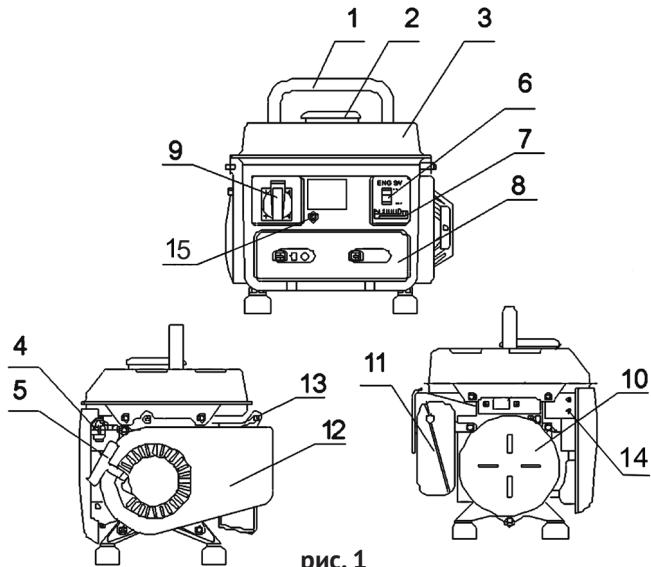

рис. 1
Коленчатый вал, приводимый во вращение возвратно-поступательными движениями поршня двигателя, передаёт крутящий момент на вал якоря генератора. Передача осуществляется через коническое сопряжение ротора генератора и вала двигателя. При этом образуется самоцентрирующаяся трёхпорная схема соединения. С обмоток статора генератора напряжение подводится: через систему стабилизации на розетку переменного тока (рис.1 поз.9).
2.4 Общий вид бензогенератора представлен на рис.1
3.1 Переносной автономный бензогенератор относится к классу генераторных установок переменного тока, с приводом от двигателя внутреннего сгорания общего назначения. Механическая энергия, выработанная бензиновым двигателем (рис.1 поз.12) внутреннего сгорания, преобразуется генератором (рис.1 поз.10) в электрическую энергию со стандартными характеристиками сети переменного тока: напряжение – 230 В, частота – 50 Гц. От неё питаются бытовые приборы при отсутствии стационарной электросети.
Электрическая сеть подключения потребителей относится к системе с изолированной нейтралью, предусматривающей защитное заземление открытых токопроводящих частей корпуса. В зависимости от местных условий (состав грунта, его влажность и т.п.) изменяется качество заземления. Во всех случаях защитное заземление должно иметь сопротивление не более 4-х Ом. Во время работы бензогенератора его клемма заземления (рис.1 поз.14) должна быть подсоединенена к заземлителю. Практически это требование может быть реализовано следующими способами:
- перевести выключатель зажигания (рис.1 поз.6) в положение «ВКЛ.»;
- открыть топливный кран (рис.1 поз.4);
- перевести рычаг управления воздушной заслонкой (рис.1 поз.7) в крайнее левое положение «закрыто» при пуске холодного двигателя (для прогретого двигателя рычаг устанавливается в промежуточном положении);
- медленно потянуть рукоятку стартёра (рис.1 поз.5) до появления сопротивления, затем резким движением вытянуть трос на всю длину. Повторите действие ещё раз, если двигатель не завёлся.
пы), перевести рычаг воздушной заслонки (рис.1 поз.7) в крайнее правое положение «открыто».
- перевести выключатель зажигания (рис.1 поз.6) в положение «Выкл.»;
- закрыть топливный кран (рис.1 поз.4).
При перегрузке может сработать защита генератора. Проверьте суммарную мощность подключённого оборудования. Отключите лишнее. Включите автомат защиты, утопив кнопку (рис.1 поз.15) до фиксации.
Внимание! Все работы по техническому обслуживанию следует проводить при выключенном двигателе и отсоединенном колпачке высоковольтного провода свечи зажигания (рис.1 поз.13).